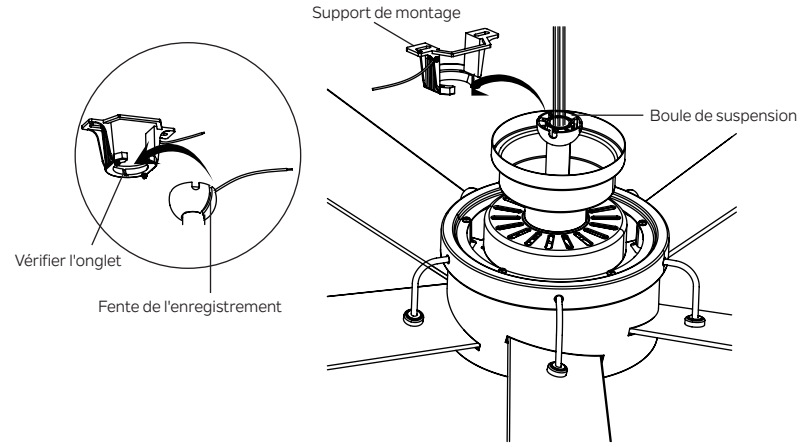

Fig. 13
Étape 1. Soulevez maintenant le corps du moteur et placez la boule de suspension dans le support de montage. Tournez jusqu'à ce que la languette de contrôle soit tombée dans la fente d'enregistrement et soit fermement en place. (Fig.13) L'ensemble du corps du moteur ne doit pas tourner si cela est fait correctement.